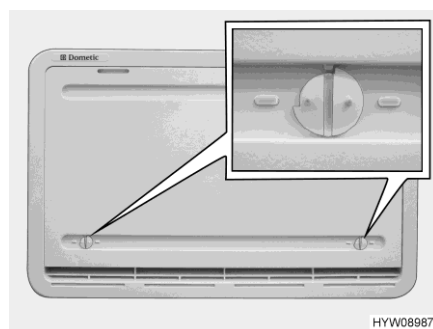

Fig. 147 Protection hivernale
Quand le réfrigérateur doit être utilisé à basses températures extérieures, le fabricant recommande d'employer une protection hivernale (Fig. 147) pour ses grilles d'aération du réfrigérateur.
- Ouvrir les deux dispositifs de verrouillage (Fig. 147) (la rainure est à l'horizontale).